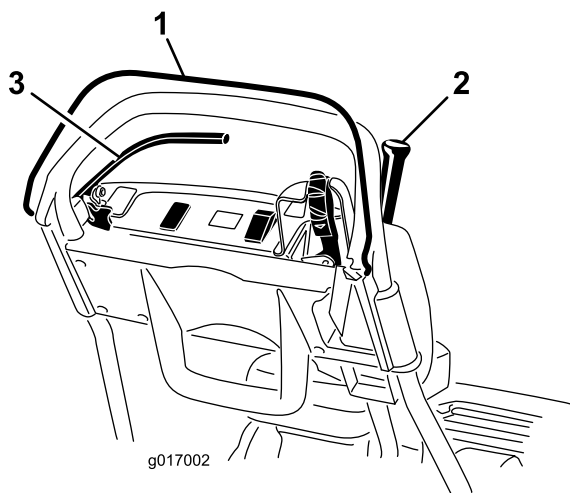

Bild 31
2. Versuchen Sie den Fahrtriebshebel bei gelöster elektronischer Sicherheit zu aktivieren (Bild 31). Der Fahrtriebshebel sollte nicht aktiviert werden. Wenn der Fahrtriebshebel aktiviert werden kann, müssen die Sicherheitsschalter gewartet werden. Beheben Sie den Fehler, bevor Sie den Betrieb aufnehmen.
3. Lösen Sie die elektronische Sicherheit, wenn die elektronische Sicherheit gedrückt und der Fahrtriebshebel aktiviert ist (Bild 31). Der Fahrtriebshebel sollte deaktiviert werden. Wenn der Fahrtriebshebel nicht deaktiviert wird, müssen die Sicherheitsschalter gewartet werden. Beheben Sie den Fehler, bevor Sie den Betrieb aufnehmen.
4. Aktivieren Sie die elektronische Sicherheit und schieben Sie den Ganghebel nach links; kuppeln Sie dann den Fahrtrieb und den Spindeltrieb ein und lösen Sie die elektronische Sicherheit (Bild 31). Der Fahrtriebshebel sollte deaktiviert werden. Wenn der Fahrtriebshebel nicht deaktiviert wird, müssen die Sicherheitsschalter gewartet werden. Beheben Sie den Fehler vor der Verwendung, siehe Warten des Fahrtriebs-Sicherheitsschalters (Seite 35).